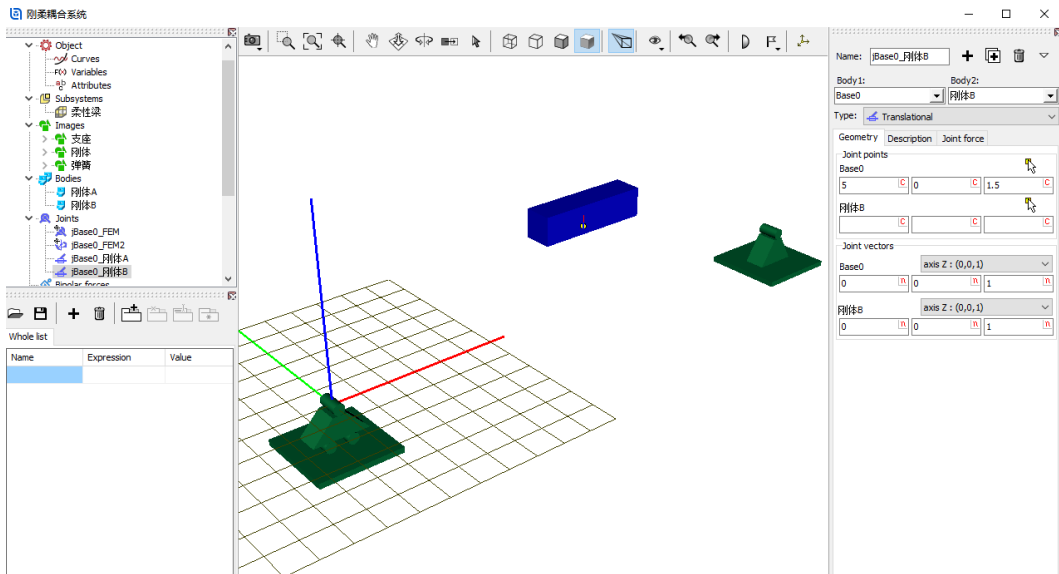

图 2-111
- 10) 复制生成第四个铰， **Body2** 选择**刚体 B**， **Type** 为 **Translational**， **Body1** 的铰点坐标 **(5, 0, 1.5)**， **Body2** 的铰点坐标为**刚体 B** 局部坐标系的原点， **刚体 B** 相对总体坐标系也具有沿 **Z** 轴平动的自由度， 如图 2-111。